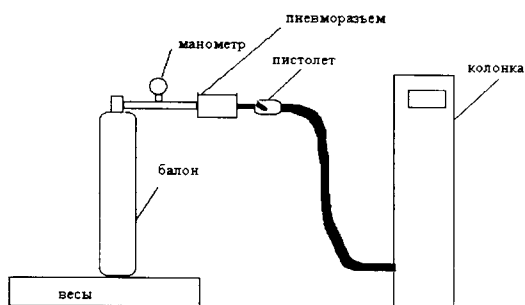

Рисунок 1
4.3.1 Соберите измерительную схему согласно рис.1 из колонки и баллона с присоединенным к нему заправочным устройством.